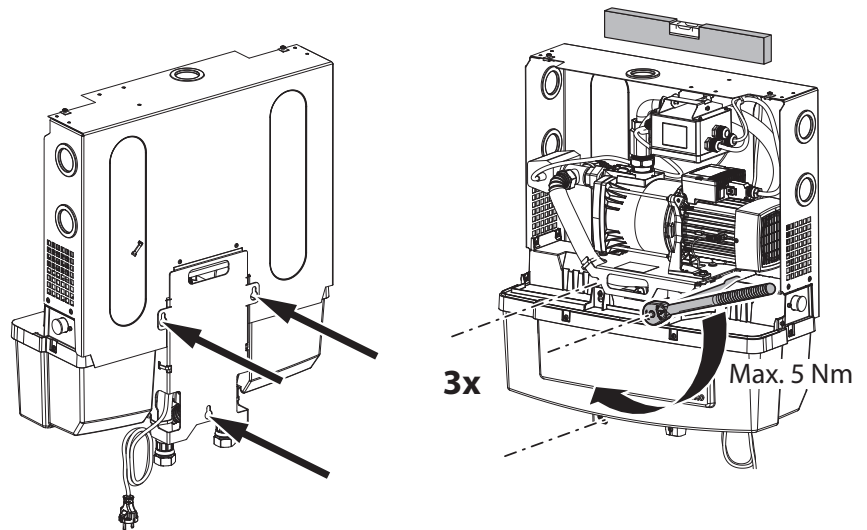

Fig. 13: Befestigungspunkte zur Wandaufhängung und Festziehen der Schrauben
4. System mithilfe der Langlöcher an der Rückseite (Fig. 13) an die Schrauben hängen.